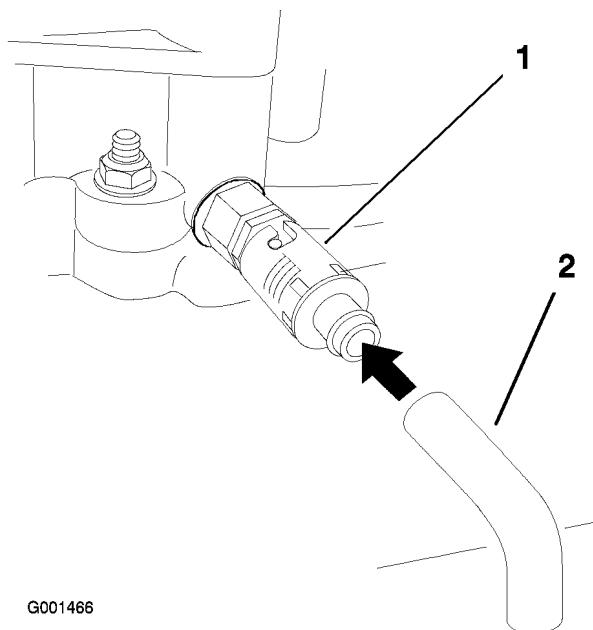

Figura 35
6. Coloque un recipiente debajo del tubo de vaciado. Gire la válvula de vaciado para que se drene el aceite (Figura 35).
8. Retire el tubo de vaciado (Figura 35).